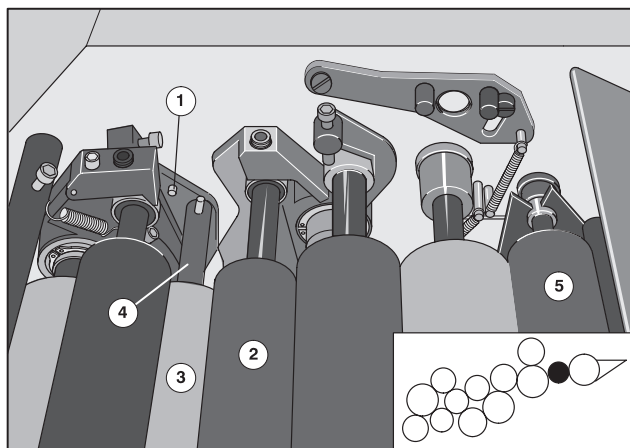

Рис. 39 Установка красочного передаточного валика
- ① Установите красочный передаточный валик (Рис. 39/⑤) с латунными подшипниками в зажимы на стороне обслуживания и стороне привода.
- ② Вдавливайте красочный передаточный валик в опоры до защелкивания валика.
- ① Подтяните и зафиксируйте 2-ой передаточный валик (Рис. 39/②) от формного цилиндра в обоих замках, преодолевая легкое сопротивление.
- ① Установите 3-ий передаточный валик (Рис. 39/③) к 2-ому передаточному валику и нажмите на ось валиков (Рис. 39/④) за штифтом на стороне привода (Рис. 39/①) и стороне обслуживания.